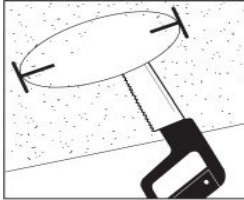

Figura 1
■ Si se va a cortar un nuevo orificio, utilice la plantilla para orificios proporcionada. Coloque la plantilla sobre la ubicación deseada. Dibuje el anillo exterior con un bolígrafo o lápiz (no incluido). Corte la abertura con una sierra (no incluida). (Figura 1)